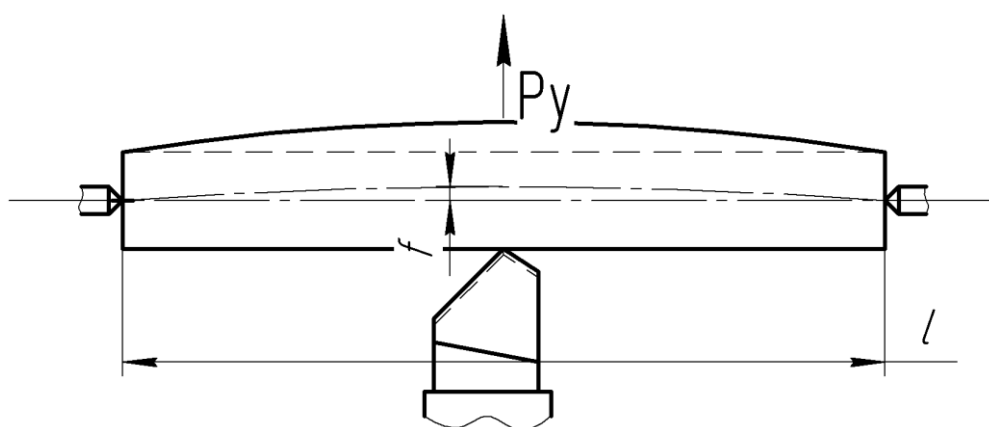

Рис. 5. Прогиб вала при обработке его в центрах
5.5. Рассчитать максимальный прогиб вала (140 мм) при обработке его в центрах и сравнить с прогибом при обработке в патроне (рис.5)